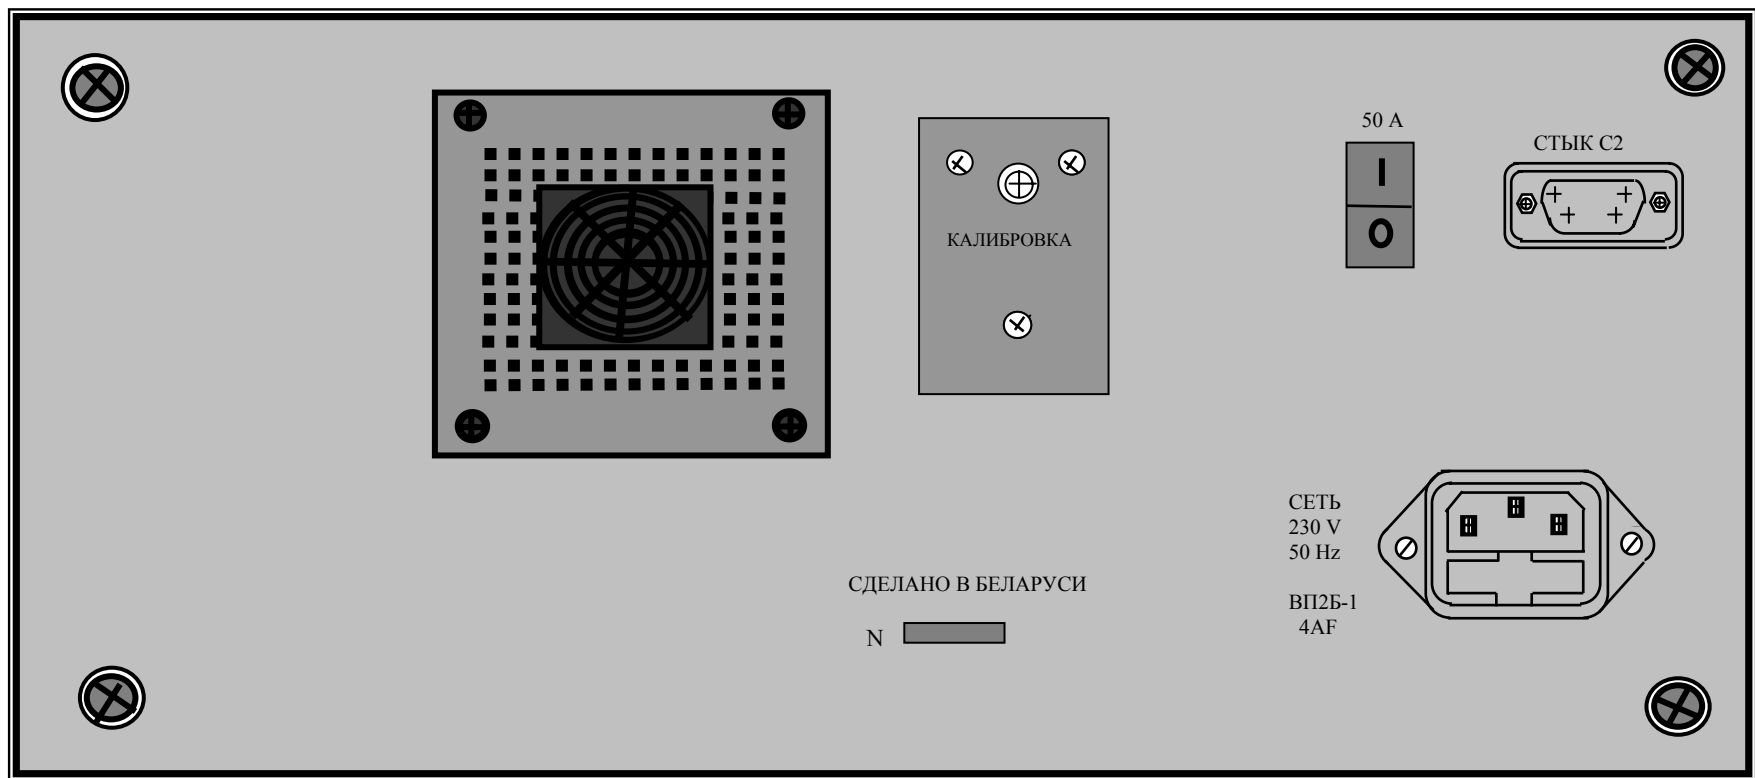

Рисунок 2.2 – Схема расположения органов управления и подключения на задней панели калибратора Н4-101
2.3.5 На задней панели калибратора (рисунок 2.2) расположены органы управления и подключения, обозначение и значение которых приведены в таблице 2.2